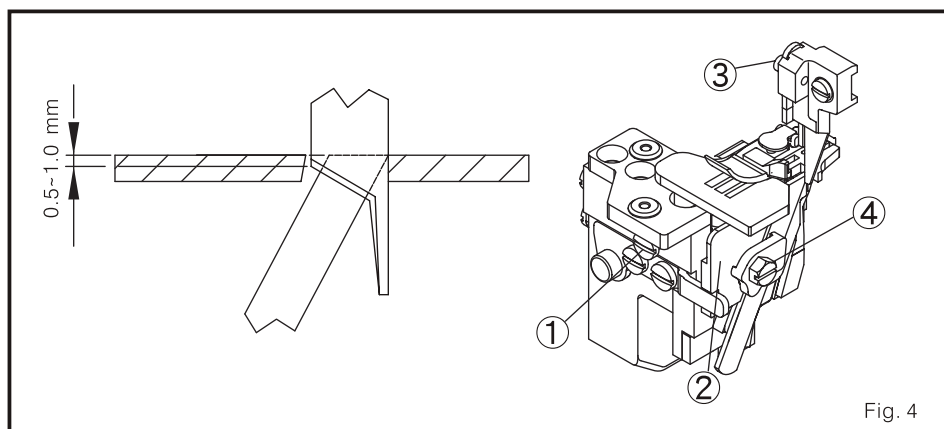

Fig. 4
1. substitui o rebordeador superior (Fig. 4)
2. Remplace o rebordeador inferior (Fig. 4)